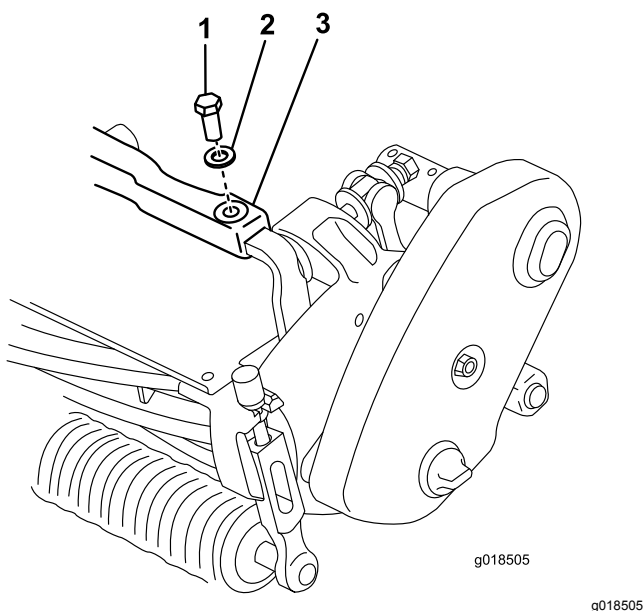

Рисунок 1
2. Снимите болт и шайбу, которые крепят левый конец передней рамы к выступу наверху режущего блока (Рисунок 1).